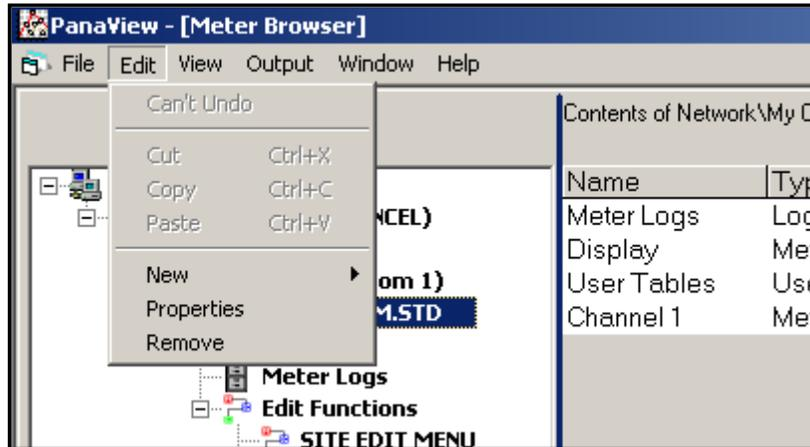

Figure 49 : Option Propriétés
2. Faites un clic droit sur le XGM868i en surbrillance et sélectionnez l'option *Propriétés*, comme illustré à la Figure 49.